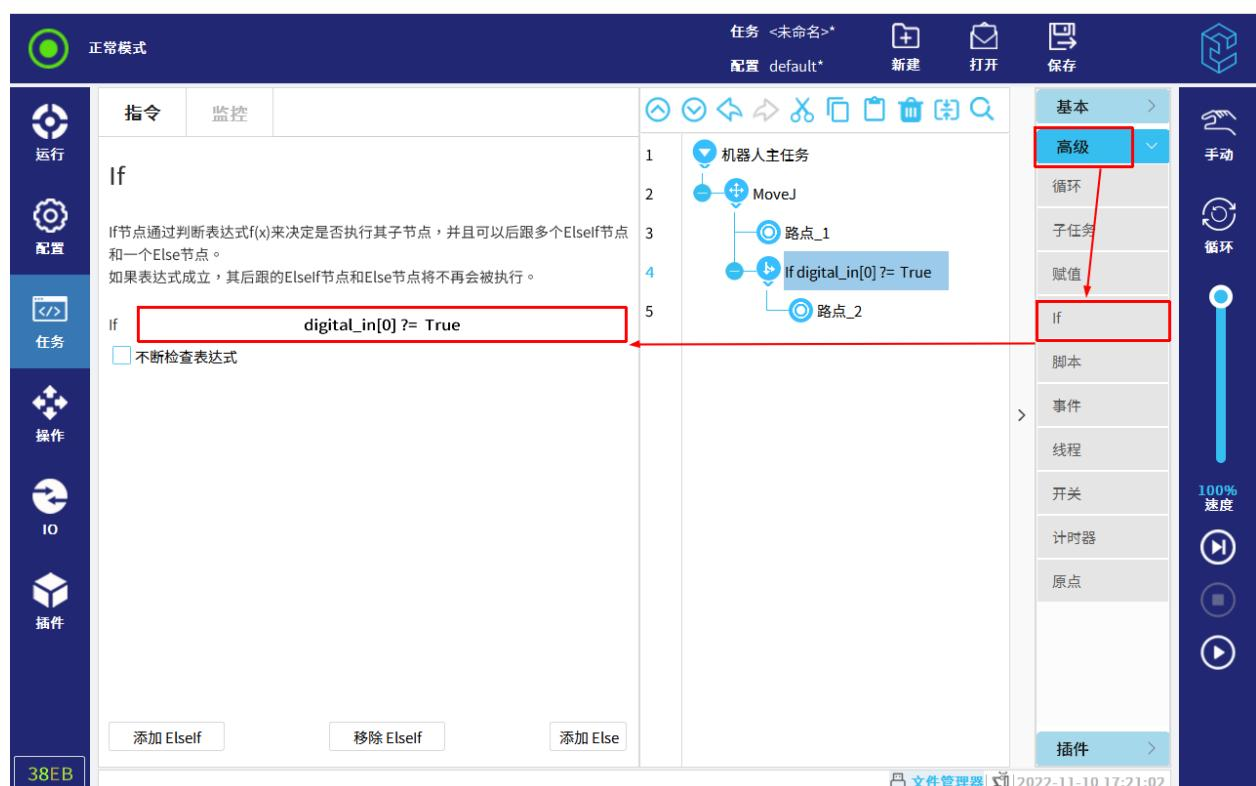

图 12-23 If
- 点击任务树中的“If”，修改表达式，如图 12-23 所示。